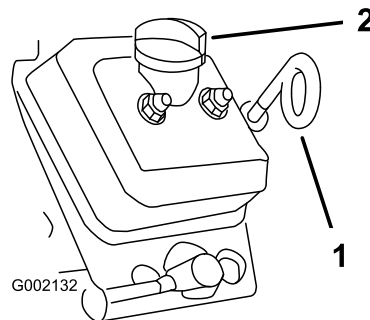

Рисунок 35
5. Очистите поверхность вокруг измерительного щупа и крышки заливной горловины тканью (Рисунок 35), чтобы загрязнения не могли попасть в трубку измерительного щупа или заливную горловину и привести к повреждению двигателя.
6. Извлеките масломерный щуп и протрите его на чисто (Рисунок 35).
7. Вставьте масломерный щуп в трубку щупа и убедитесь в том, что он установлен до упора (Рисунок 35).
10. Установите крышку заливной горловины на место (Рисунок 35).
11. Вставьте измерительный щуп до упора (Рисунок 35).